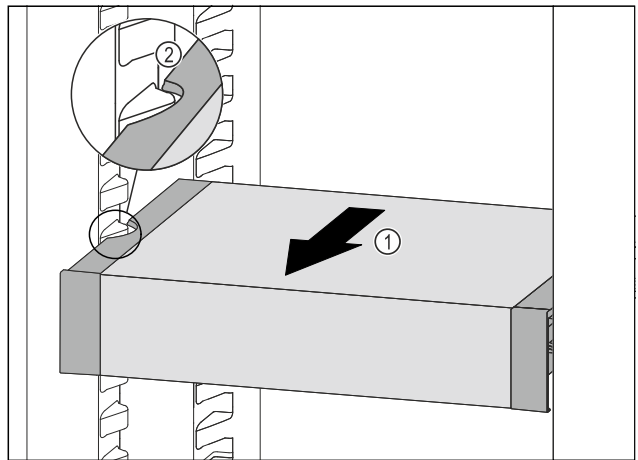

Fig. 82
- ▶ Изтеглете VarioSafe напред Fig. 82 (1), докато страничните прорези на VarioSafe се намират на височината на реброто на съда в хладилната част. Fig. 82 (2)